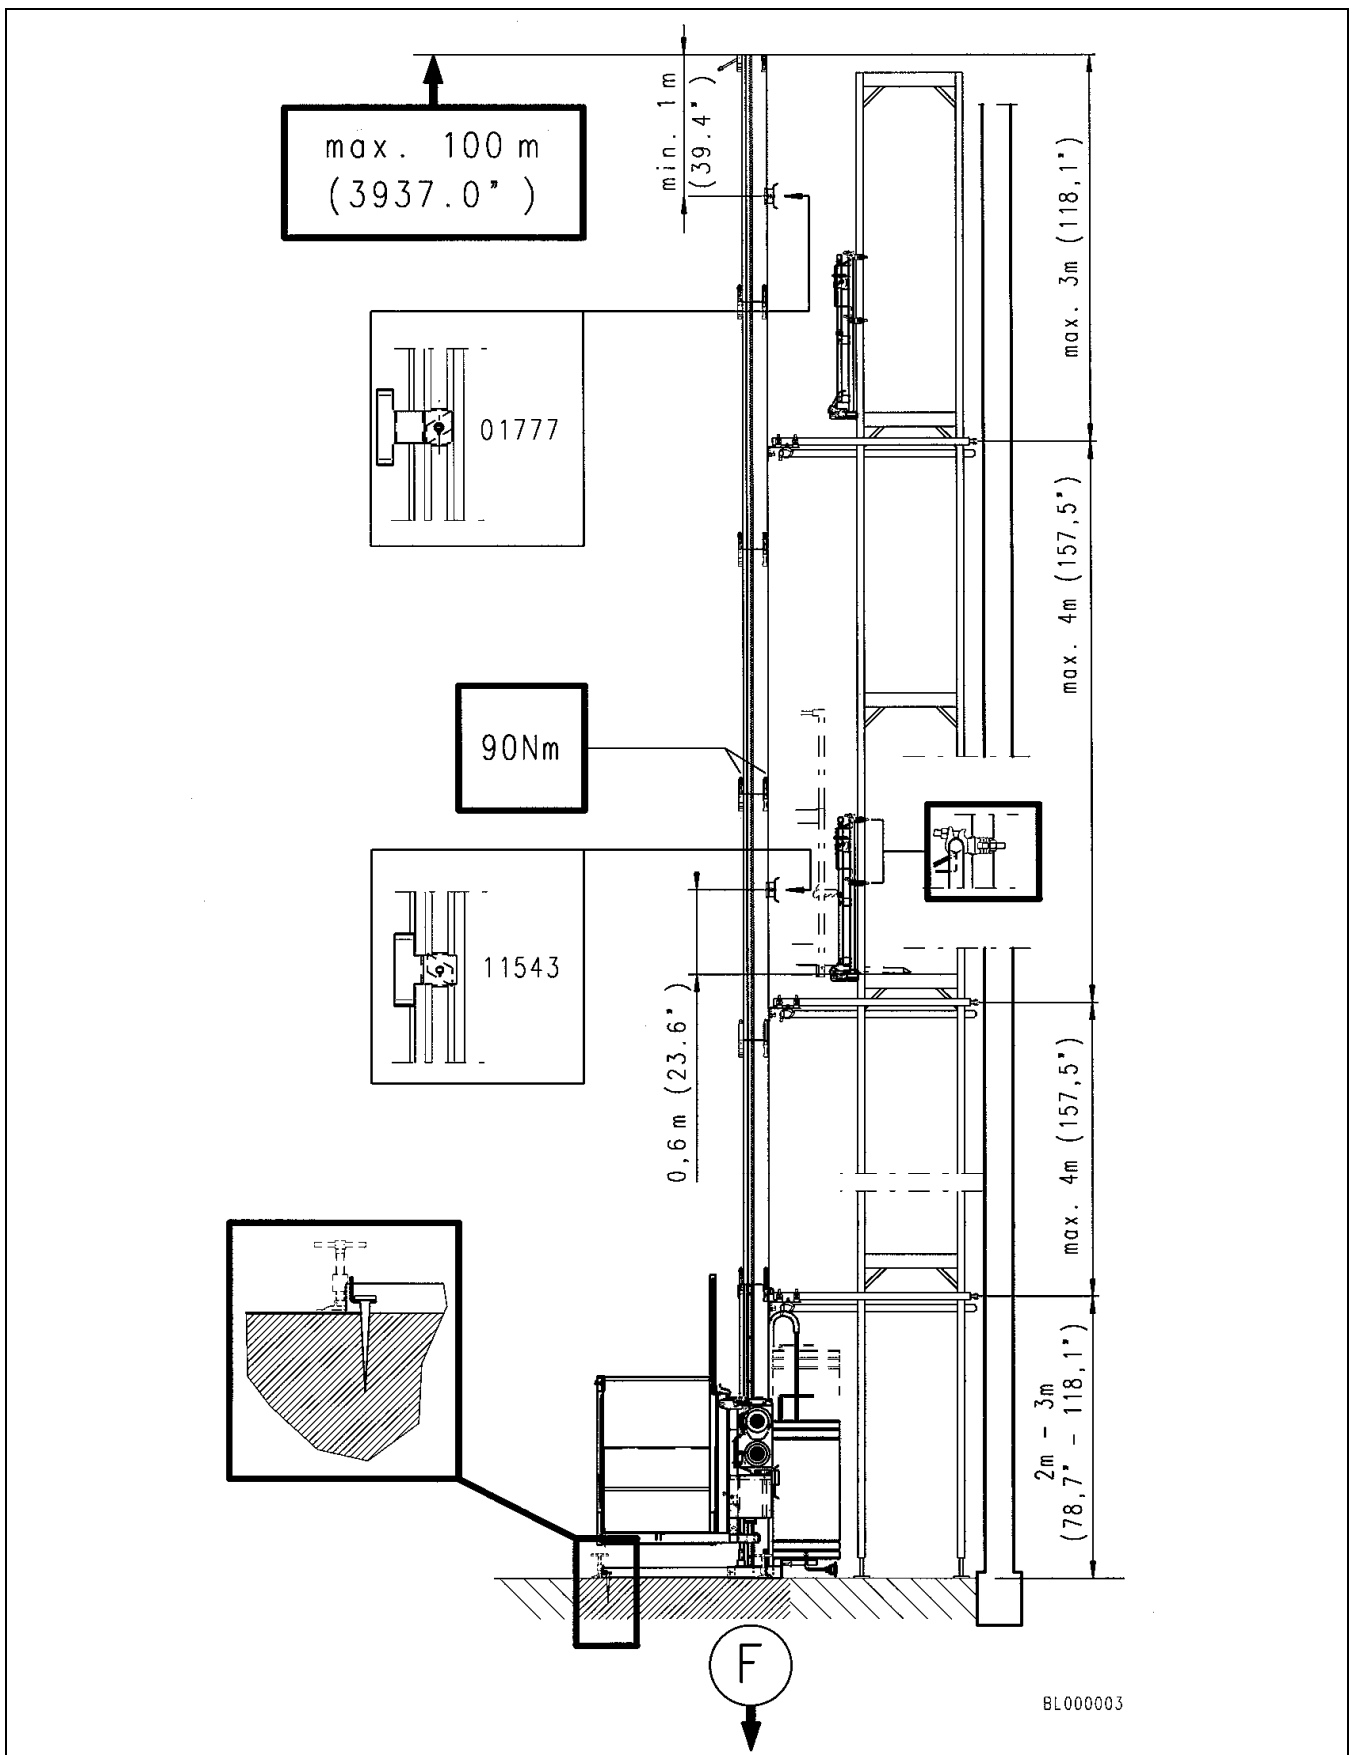
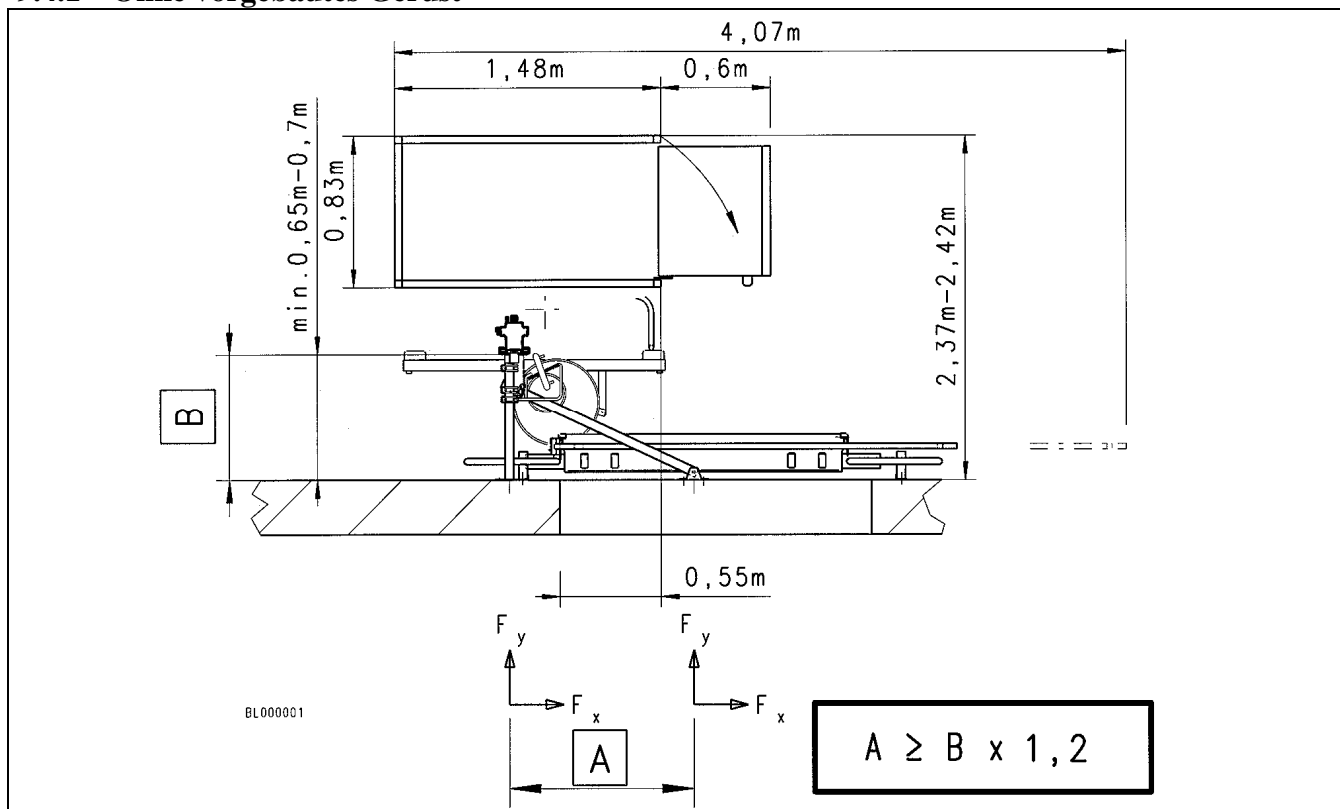

Fig. 34 Gesamtübersicht mit vertikalen Abständen
Fig. 35 Aufbau vor einer Wand
- Aufzug an den Auflagepunkten auf lastverteilende und ebene Unterlagen stellen und nach der Fig. 34, Fig. 35 bzw. Fig. 36 ausrichten. (Tragfähigkeit des Untergrunds beachten)